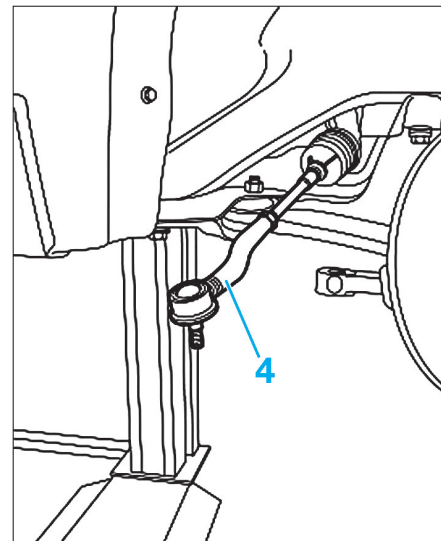

Fig. 13
- Dévisser la rotule (4) de la biellette de direction et la déposer (Fig.13).